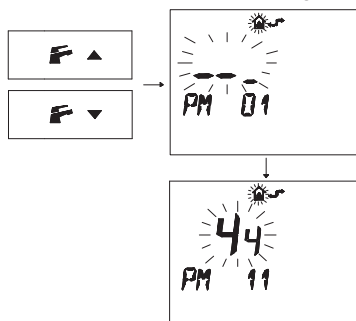

Figura 5.43
- Pulse los botones or para visualizar la programación "PM11" de la postcirculación de la bomba (Figura 5.43).